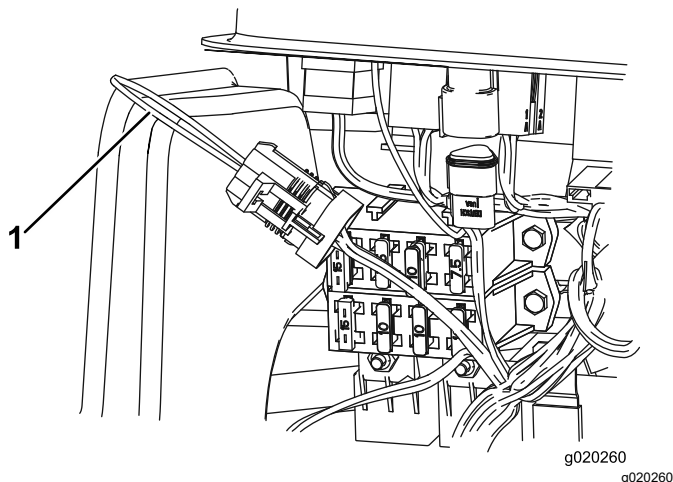

Figura 38
3. Localice el arnés de cables y el conector del bucle de prueba (Figura 38).